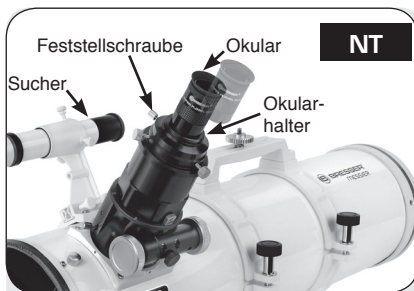

Abb. 10a: Setzen Sie das Okular ein und ziehen Sie die Schrauben fest.
10. Einsetzen des Okulars: NT-Modelle (Abb. 10a): Entfernen Sie zuerst die Staubschutzkappe vom Okularhalter auf der Fokussiereinheit.